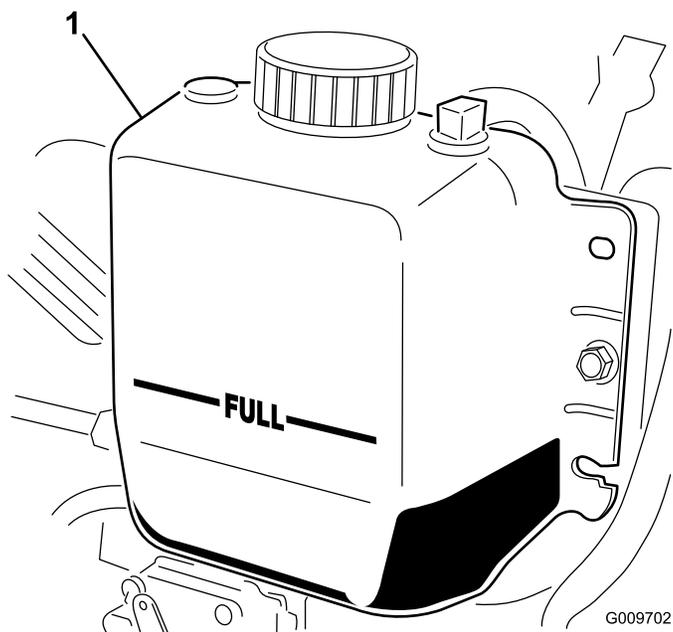

Figura 36
2. Compruebe el nivel de refrigerante del radiador. El radiador debe llenarse hasta la parte superior del cuello de llenado, y el depósito de expansión debe llenarse hasta la marca FULL (lleno) (Figura 36).